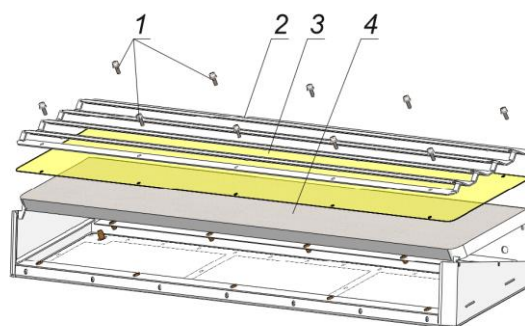

Рисунок 7.3. Корпус фильтра
3. Изъять винты 1 в корпусе фильтра, снять пластину 2, снять решетку 3, снять фильтрующий элемент 4 (Рисунок 7.3).